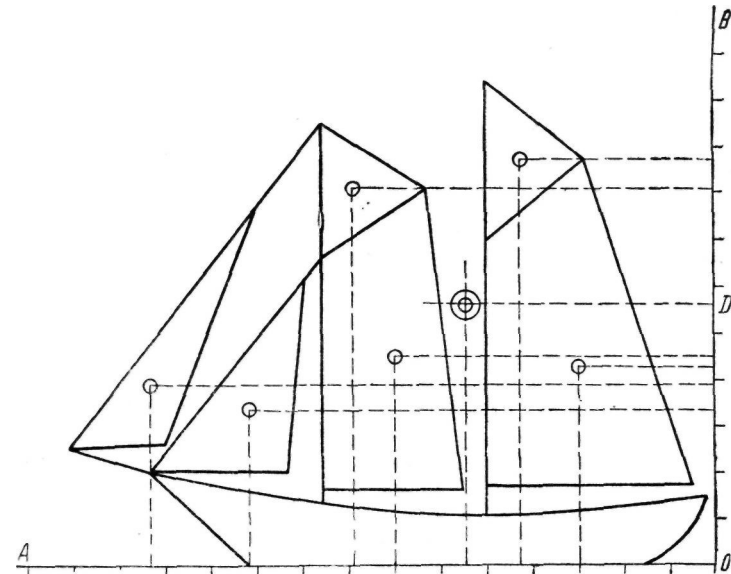

Рис. 75. Определение Ц. П. судна.
4. Чтобы определить положение центра парусности судна в целом, вычерчивают в произвольно взятом масштабе судно со всеми парусами (рис. 75). Проводят также произвольно горизонтальную ось  $AO$  и вертикальную ось  $BO$ . За горизонтальную ось обычно принимают действующую ватерлинию. Вертикальную ось удобнее проводить так, чтобы она не делила судно на две части, а располагалась с одной из сторон чертежа судна. Обе оси разбивают на части в том же масштабе, в каком вычерчено судно. Определив положение центра парусности каждого паруса способами, указанными выше, наносят их на чертеж. Затем составляют таблицу для вычисления по следующей форме: